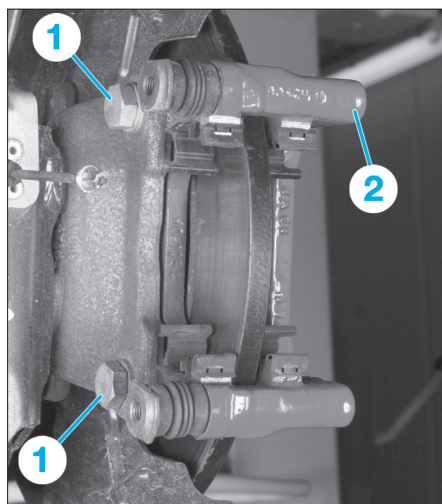

Fig. 17
- les deux vis (1) (Fig.17),
- le support d'étrier de frein (2),